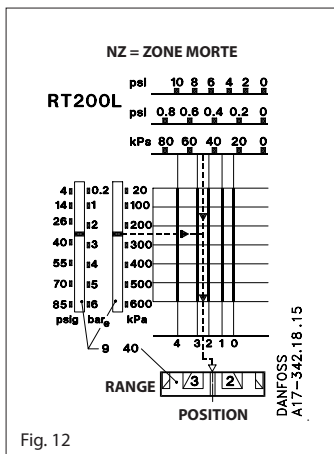

Fig. 12
Régler la zone neutre: 35-32 = 3 m C.E. égal à 0,3 bar avec la molette de zone neutre (40), fig. 8 page 9. Comme il ressort du diagramme fig. 12, régler la molette juste au-dessus de 1. Le montage d'essai fig. 14 permet d'obtenir un réglage plus précis.